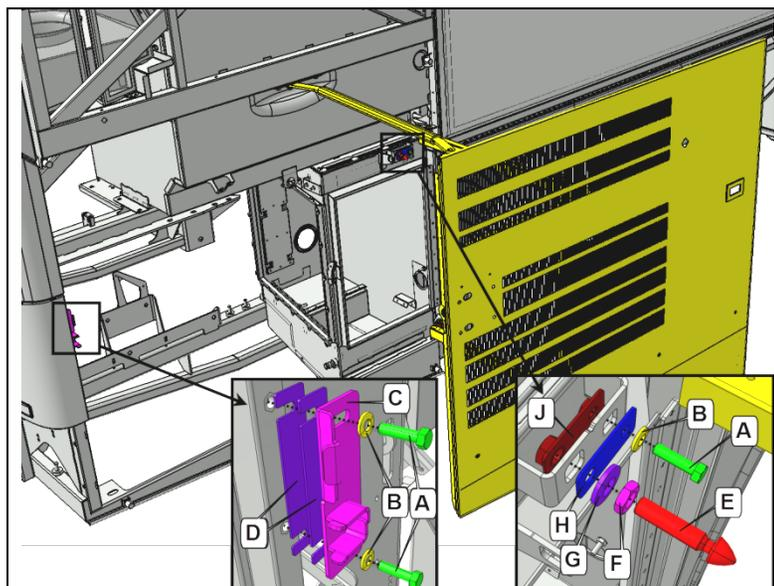

FIGURE 1: INSTALLATION DE LA PORTE – SYSTÈME DE LOQUET
1. Pour ajuster la position, la porte doit pouvoir bouger librement. Desserrer la goupille E et la plaque de butée C (Figure 1).